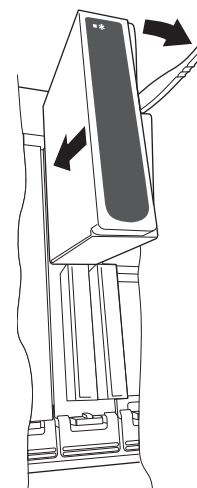

Figure 6 Installation des modules E/S
1. Tirez le levier de retenue du module vers l'avant en position déverrouillée, comme illustré à la Figure 6.